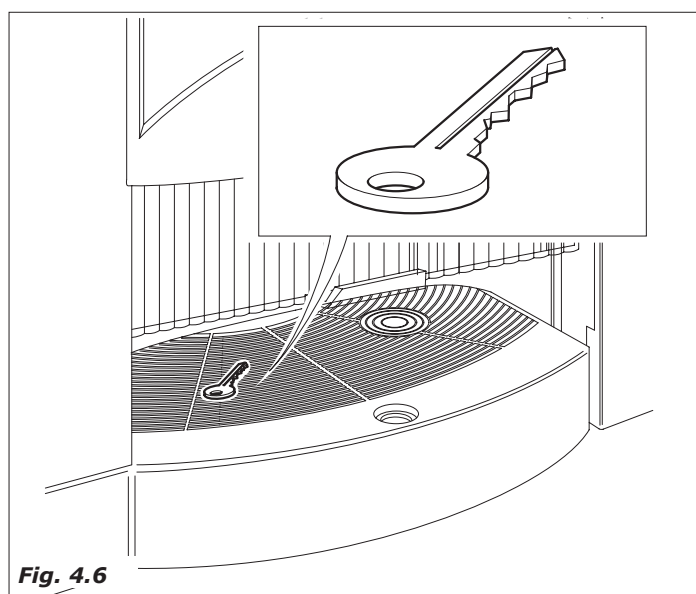

Fig. 4.6
- Togliere la chiave dal vano erogazione (Fig. 4.6).